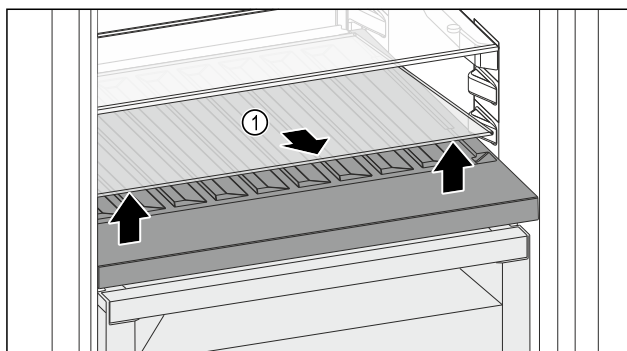

Fig. 144
- Soulever la plaque de verre Fig. 144 (1) au niveau de l'évidement avant et la retirer.
- Entreposer la plaque de verre Fig. 144 (1) dans un endroit sûr hors de l'appareil.